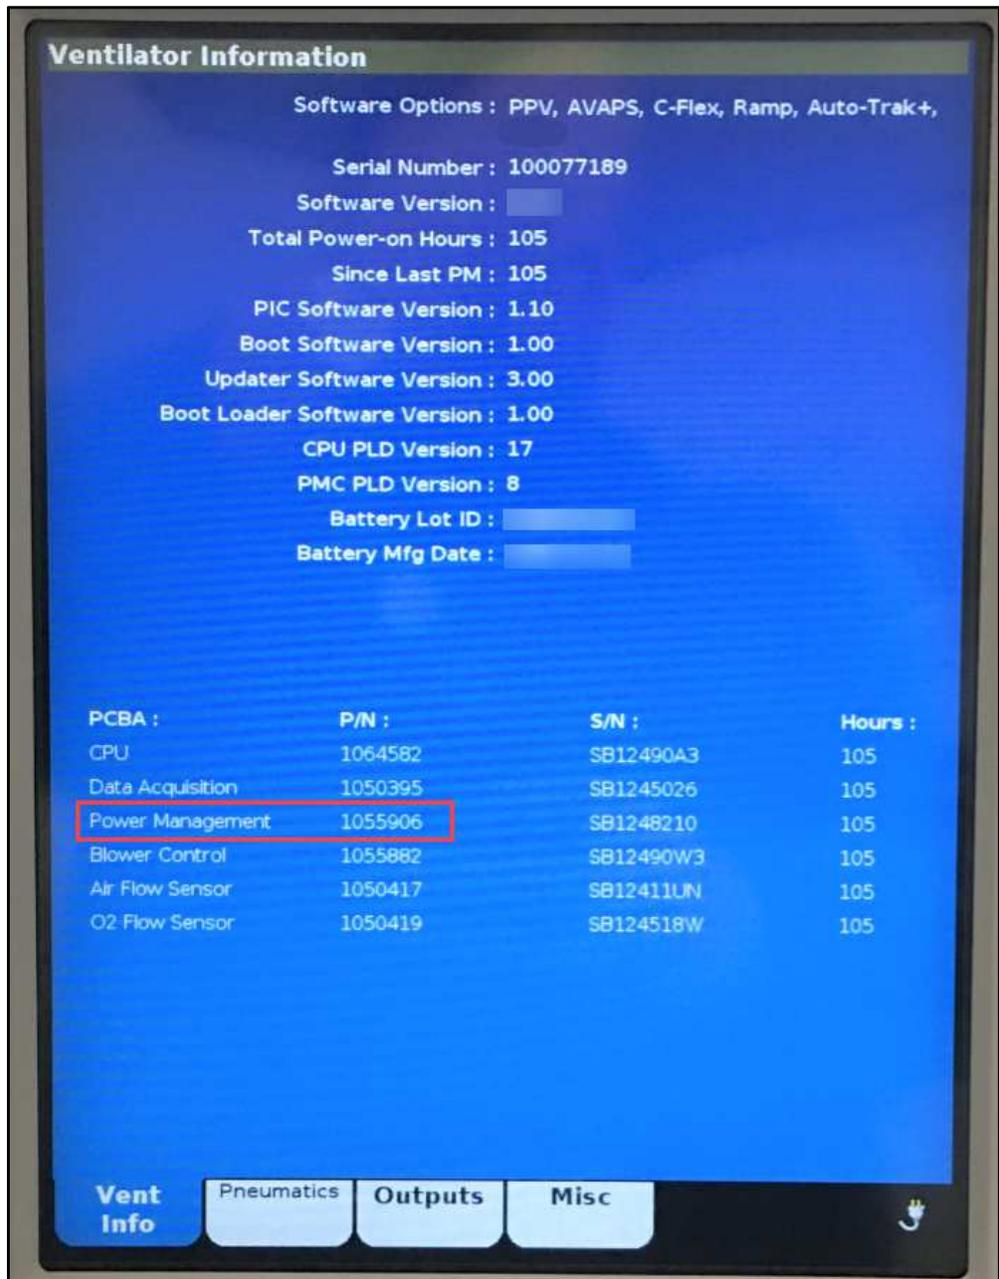

Figure 7: Vent Info tab. Reportez-vous au P/N indiqué pour le PCBA de gestion de l'alimentation
5. A partir de l'écran **Service** (Figure 7), consultez les informations de l'onglet Info ventilation. (**Vent Info**).